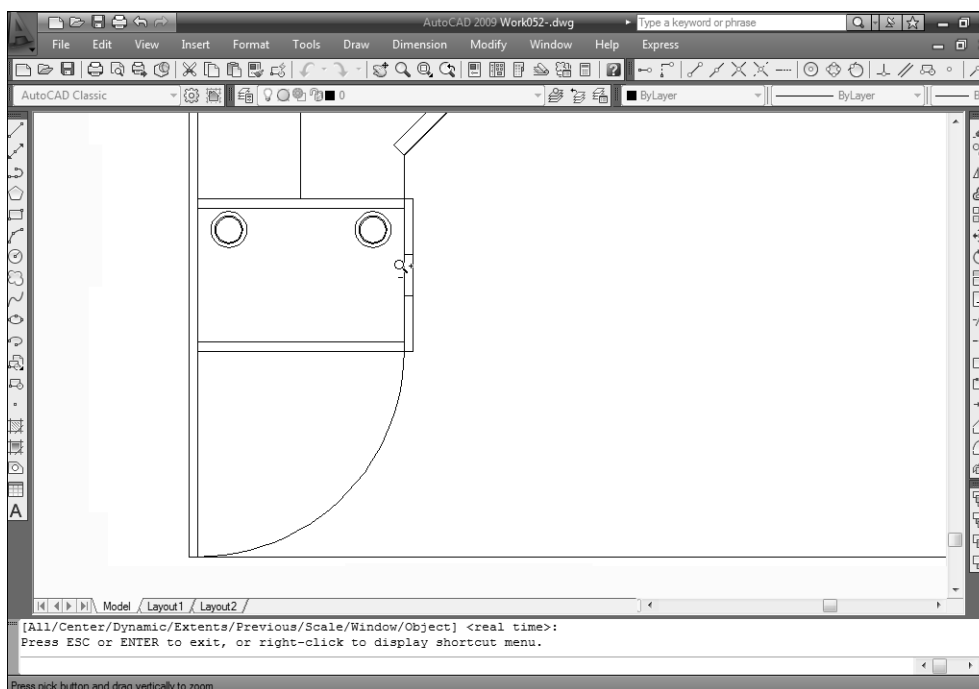

Рис. 5.43. Изменение масштаба просмотра с помощью инструмента Zoom Realtime
4. Указатель примет форму лупы, рядом с которой расположен символ “±”. Расположите указатель у нижней границы чертежа, затем нажмите левую кнопку и, не отпуская ее, перемещайте указатель вверх. Изображение будет увеличиваться (рис. 5.43). При этом неизменным останется положение тех элементов чертежа, которые находятся в центре экрана.